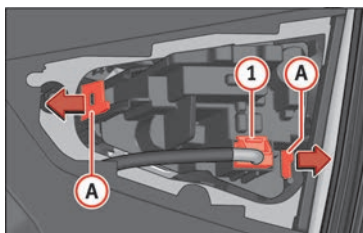

Fig. 119 Desmontar el portalámparas.
4. Extraiga el conector de la lámpara » **fig. 119** ①.
5. Desmonte el portalámparas desbloqueando las lengüetas de fijación (A).